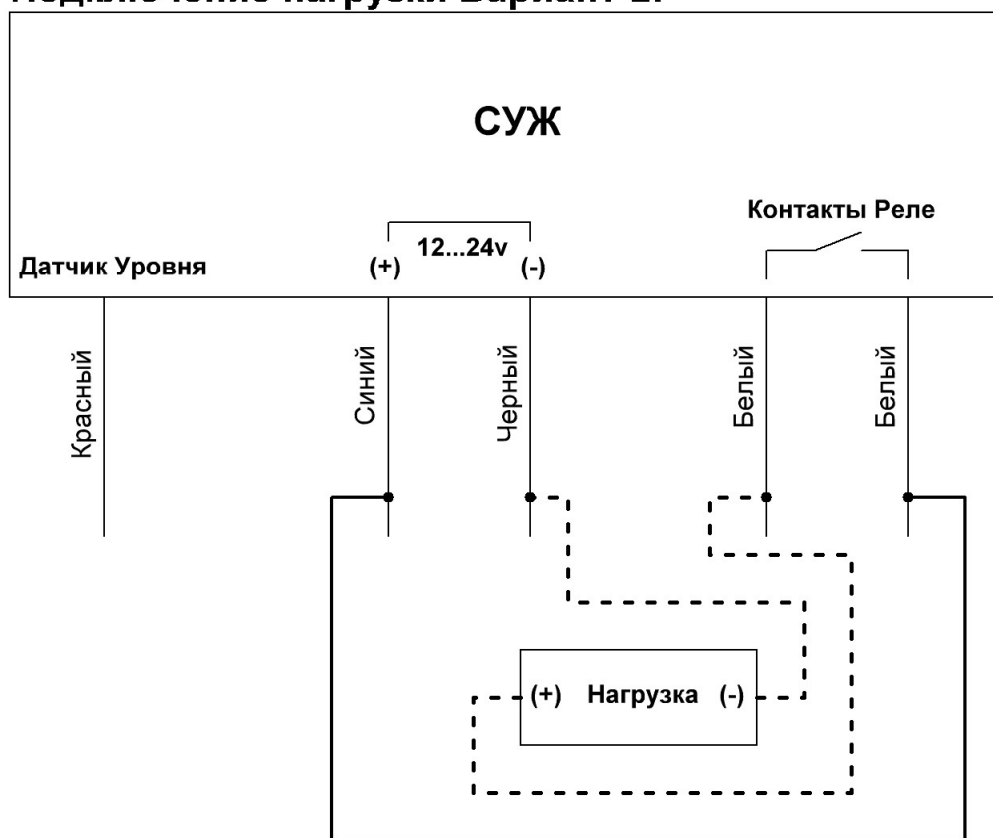

Рисунок 4 – Схема подключения нагрузки
4.3 подключить сигнализатор в соответствии со схемой подключения (см. рисунок 3 и рисунок 4):